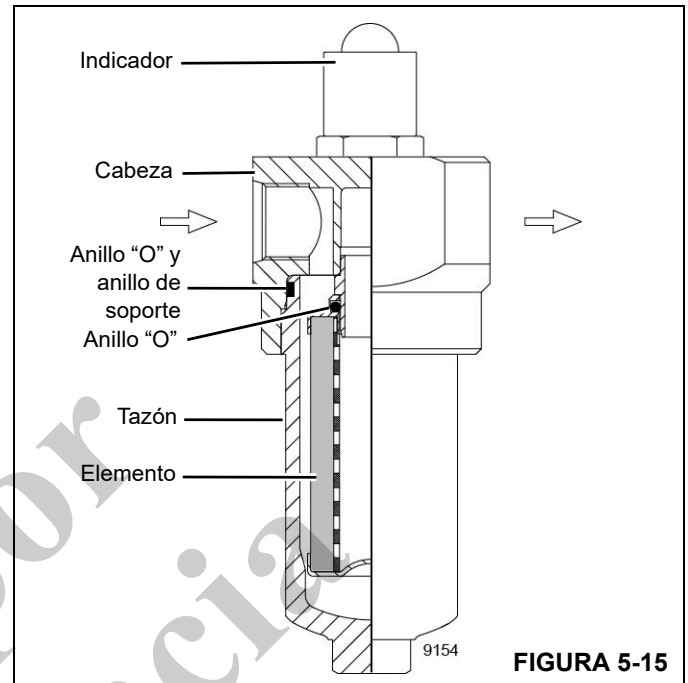

FIGURA 5-15
- Vea la Figura 5-15 para el resto de los pasos.